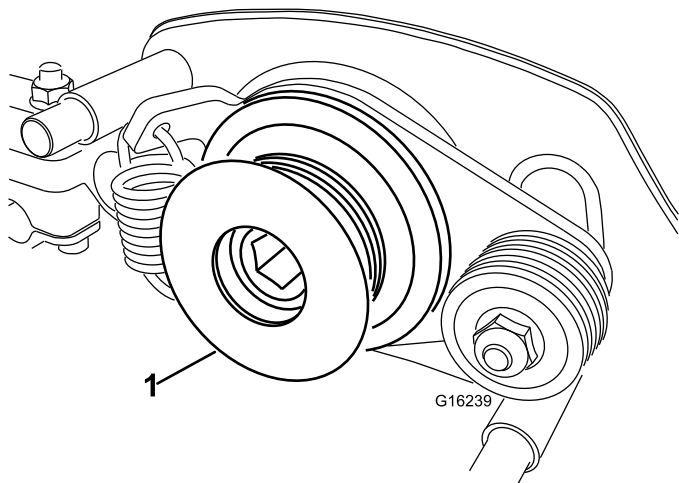

Figura 32
7. Retire la polea motriz del acondicionador del eje del molinete (Figura 32).